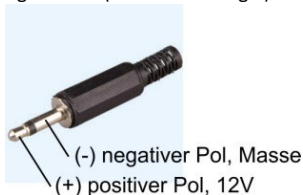
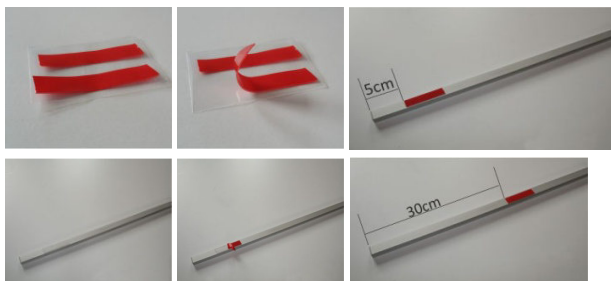

Abbildung 1: Polarität Klinkenstecker
Abbildung 2: Montage mit Klebestreifen
Die Lichtschiene **ALU ProX Touchless** hat für die Versorgung seitlich 3.5mm Klinkenbuchsen, die zu 12V Netzteile mit 3.5mm Klinkenstecker kompatibel sind. Sie müssen beim Netzteil sicherstellen, dass die Spitze des Klinkensteckers 12V= führt und der Schaft die zugehörige Masse (siehe Abbildung 1).
Klebestreifen mit der roten Schutzfolie von der durchsichtigen Trägerfolie abziehen und an der Lichtschiene an gewünschter Stelle, seitlich oder am Boden anbringen (siehe Abbildung 2).
2. Schiene schräg in die Klammer schieben (Bild 1), so dass diese in der obersten Rille eingreift (Bild 2)